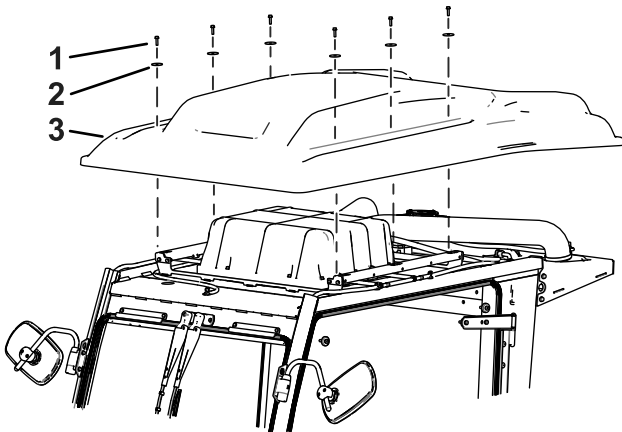

**Figura 10**
1. Retire los paneles derecho e izquierdo del interior de la cabina, como se muestra en la Figura 10.